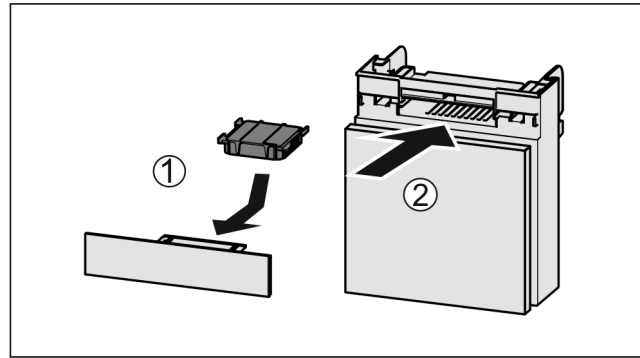

Fig. 173
- ▶ Поставете Fig. 173 (1) филтъра с активен въглен, както е показано на фигурата.
- ▶ Вкарайте Fig. 173 (2) отделението.